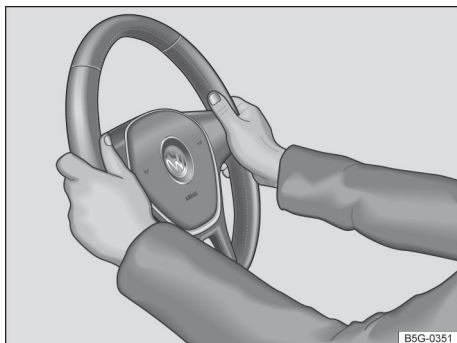

Fig. 56 En el volante: posición 9 y 3 horas.
- Ajustar la posición del volante de forma que pueda sostenerlo lateralmente por el borde exterior *posición equivalente a las 9 y a las 3 horas* → **fig. 56** con ambas manos y los brazos ligeramente doblados.
- Presionar la palanca ① siempre firmemente hacia arriba después del ajuste para que el volante no cambie su posición mientras conduce.
- Durante la marcha, siempre sujete el volante con ambas manos, de forma lateral, por el borde exterior en la *posición de 9h y 3h* → **fig. 56**, para reducir lesiones causadas al dispararse el airbag frontal del conductor.